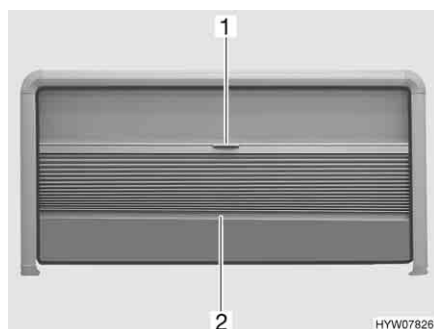

Fig. 14 Finestra apribile
- Chiusura:* ■ Afferrare la tendina oscurante pieghevole al centro dell'asta di chiusura (Fig. 14,2) e tirare delicatamente verso il basso.
- Apertura:* ■ Tenere la parte centrale dell'asta di chiusura (Fig. 14,2) della tendina oscurante pieghevole e spingere quest'ultima verso l'alto con cautela.
- Chiusura:* ■ Tirare la zanzariera a rullo verso il basso utilizzando la maniglia (Fig. 14,1).
- Apertura:* ■ Spingere la zanzariera a rullo completamente verso l'alto utilizzando la maniglia (Fig. 14,1).